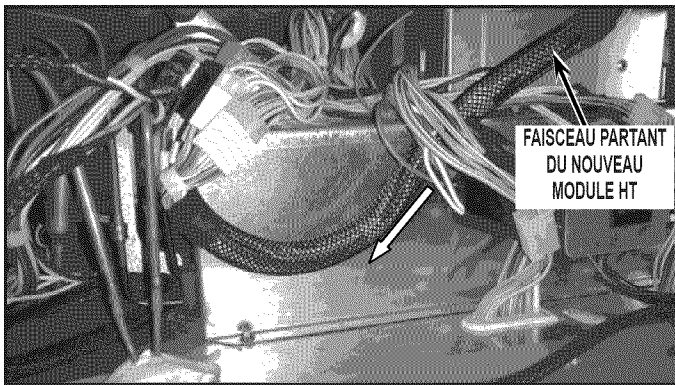

FIGURE 12
14. Acheminer le faisceau partant du nouveau module HT derrière le câblage comme illustré sur la *Figure 12*.